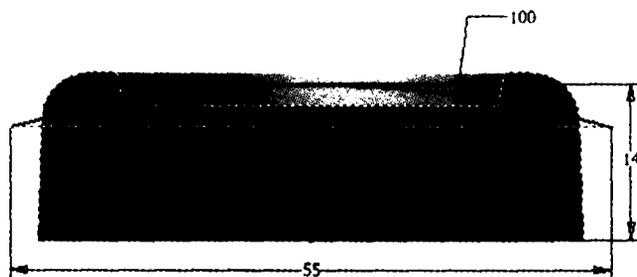

Рис. 7.21. Функция разреза модели может помочь в работе с эскизом
5. Нажмите **F7** или правой кнопкой мыши далее выберите **Разрезать модель**, чтобы удалить часть модели перед эскизом, как показано на рис. 7.21.